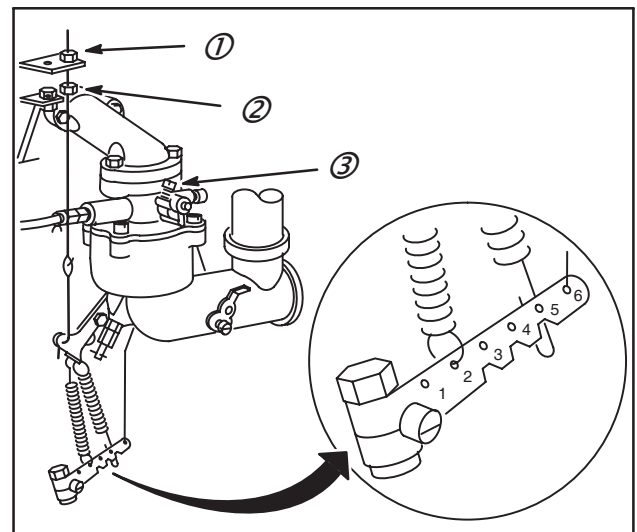

Fig. 38
1. Desserrer l'écrou de butée inférieur (2).
2. Ajuster l'écrou supérieur (1) pour obtenir le RÉGIME MAXIMUM À VIDE spécifié.
3. Après réglage de la vitesse, serrer l'écrou inférieur, Fig. 38. Vis de régime de ralenti (3).